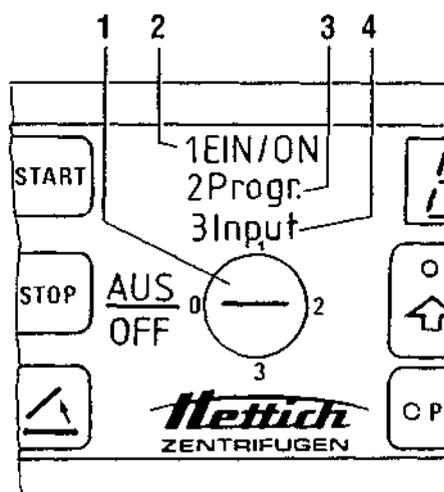

Abb. 4 Schlüssel-Schalter
4.1.1 Schlüssel-Schalter (1, Abb. 4)
Anzeige "1 EIN/ON" (2, Abb. 4) und die LED (2, Abb. 11) in der Abruftaste leuchten.
Anzeigen "1 EIN/ON" (2, Abb. 4), "2 Progr." (3, Abb. 4) und die LED (5, Abb. 11)
Anzeigen "1 EIN/ON" (2, Abb. 4), "3 Input" (4, Abb. 4) und die LED in den Tasten